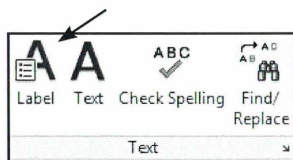

Fig. 03.48. Vælg Text label.
Vi skal have noget tekst på vores *View Title*. Anvendes almindelig tekst, vil den ikke automatisk ændre sig inde i projektet, vi skal derfor anvende *Text Labels* (Fig. 03.48).
- Klik *Create - Label* (Fig. 03.48).